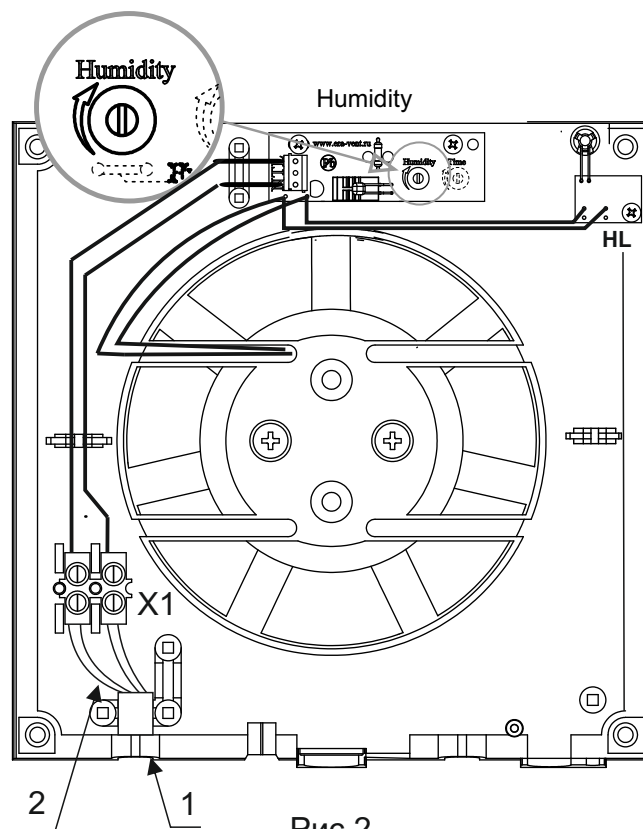
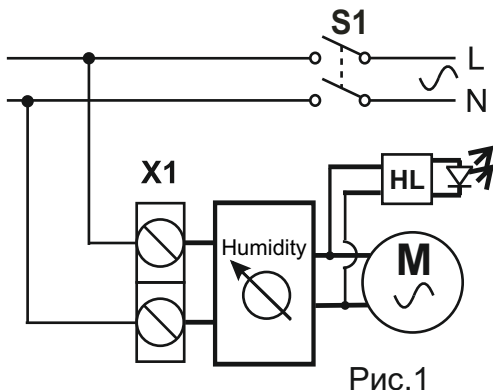

Рис.2
Рис.1
1. Подключить сетевые провода 2 согласно электрической схеме (рис. 1), монтажной (рис. 2).